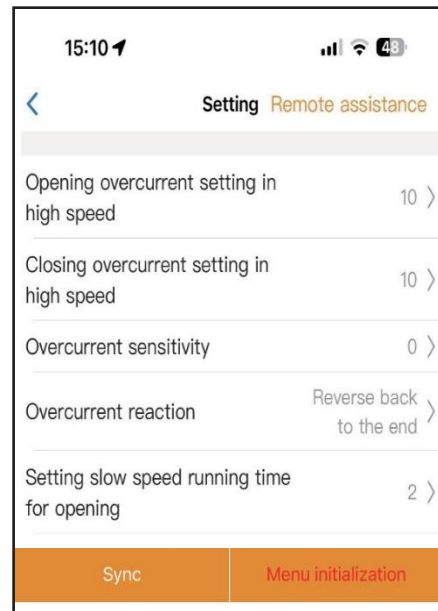

Abb. 12
Schritt 2. Stellen Sie die gewünschten Parameter in der App ein. (Abb. 12)